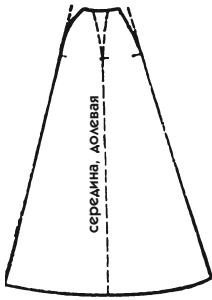

Рис. 640
- ширина по линии талии (пунктирные линии на рис. 640):  $15 \text{ см} + (2 \text{ см} \times 2) = 19 \text{ см}$ ;
• Построив чертеж клина, вычтите с каждой стороны 2 см наверху, чтобы провести выпуклую линию, заканчивающуюся на 20 см ниже линии талии (сплошные линии на рис. 640).
• При желании можно предусмотреть дополнительную вытачку по середине клина (на рис. 640 вытачка обозначена пунктиром). Учтите эту вытачку при окончательном расчете обхвата талии.
Для точного расчета ширины юбки со шлейфом нужно иметь хотя бы одну такую. Профессиональные закройщицы обязательно прежде выполнят примерочную юбку из ткани, которая предлагалась для рис. 640. Остальные могут довольствоваться в необходимых случаях выполнением этой модели на подходящей бумаге.
- ширина наверху:  $6 + 4$  (для образования выпуклости) = 10 см (начертите выпуклости, как показано на рис. 640);
7. *Примерку* выполняйте в соответствии с пояснениями к рис. 640. Особое внимание уделите распределению клиньев, чтобы они совпадали с рельефами лифа, а также соответствовали желаемой ширине юбки внизу. Это поможет вам рассчитать необходимый метраж ткани и выполнить точное лекало, идеально подходящее для данной модели.